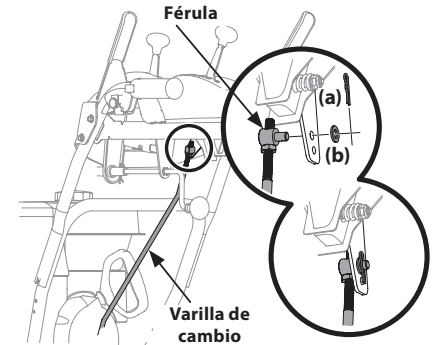

Figura 2-36
8. Extraiga el pasador de chaveta (a) y la arandela (b) de la férula que está en el extremo de la varilla de cambio. Consulte el recuadro Figura 2-36.
10. Inserte la férula en el orificio superior de la palanca de cambios y asegúrela con pasador de chaveta (a) y arandela (b) que quitó en el Paso 8. Consulte la Figura 2-36. Es posible que deba ajustar la férula hacia arriba o abajo.